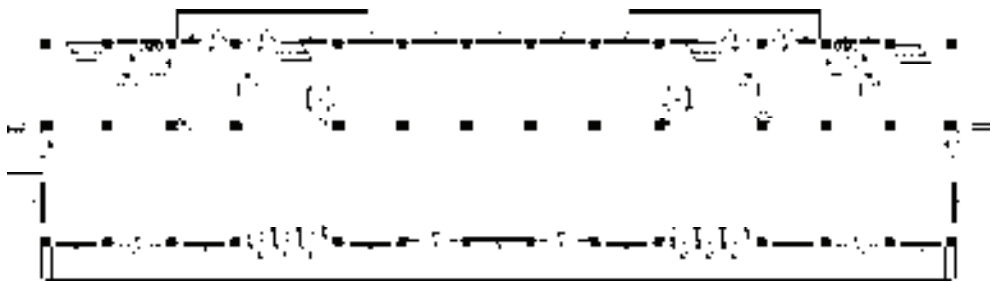

图 15-56 绘制矩形单面台阶
11) 绘制矩形单面台阶。调用“台阶”命令，设置平台宽度为 1500mm，踏步数为 4，踏步宽度为 300mm，高度为 150mm，单击指定台阶的起点和终点，绘制矩形单面台阶，结果如图 15-56 所示。